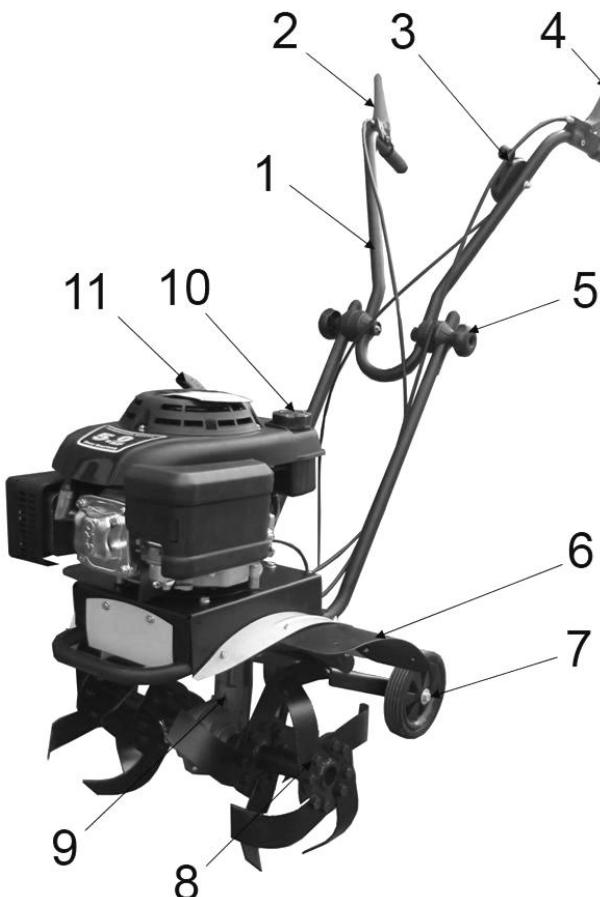

Рис. 1
- Отверните два фиксирующих руль болта (5) (См. Рис.1), установите два вала руля в пазы крепления, с обеих сторон опорной рамы, и зафиксируйте его болтами. После установки валов руля, к ним следует прикрепить сам руль управления (1). Его фиксируют два винта (5) (См. Рис. 1, 2)